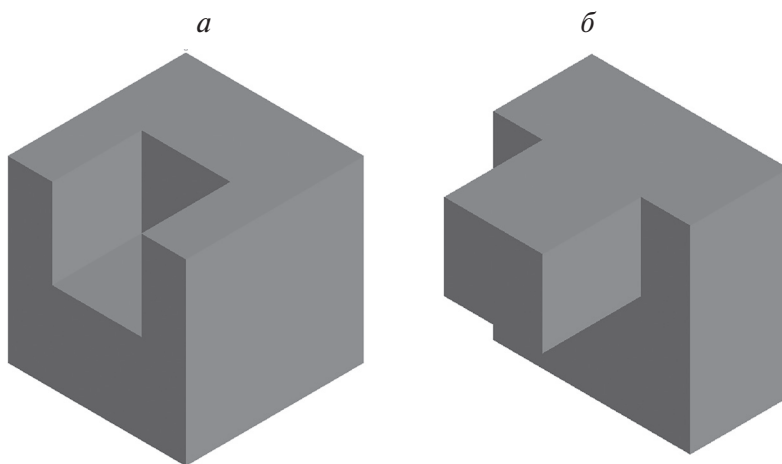

Рис. 4.19. Влияние изменения направления выдавливания материала
- параметр **Изменить направление выдавливания материала...**  определяет направление удаления  +  материала (см. табл. 4.1) относительно геометрических элементов эскиза. Различия показаны на рис. 4.19.